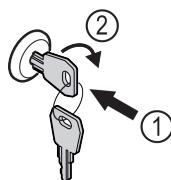

Fig. 62 Immagine a titolo di esempio
- Inserire la chiave Fig. 62 (1).
- Ruotare la chiave di 90° in senso orario Fig. 62 (2).